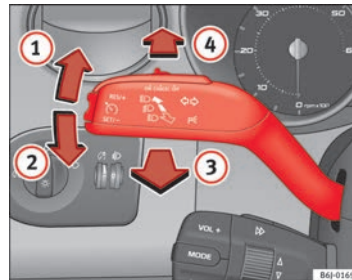

Abb. 59 Blinker- und Fernlichthebel
- Drücken Sie den Hebel bis zum Anschlag nach oben \Rightarrow Abb. 59 $\textcircled{1}$, um **rechts** zu blinken bzw. nach unten $\textcircled{2}$, um **links** zu blinken.
- Drücken Sie den Hebel nach vorne \Rightarrow Abb. 59  , um das Fernlicht einzuschalten.